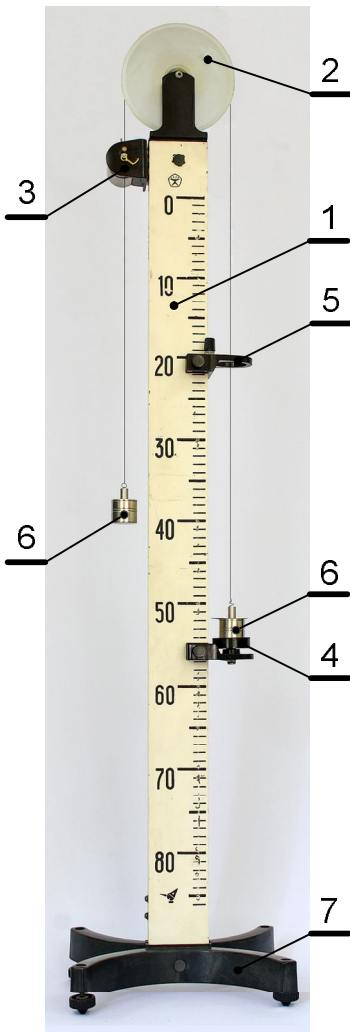
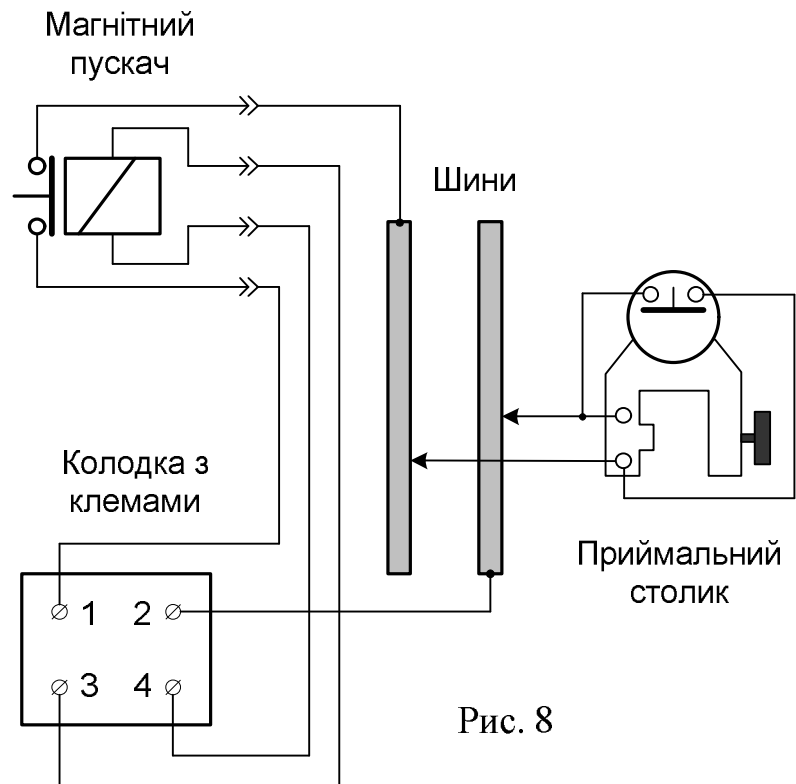

Рис. 7
Рис. 8
**Машина Атвуда** (рис. 7) складається з шкали 1, блока 2, електромагнітного пускача 3, приймального столика 4, рухомого кільця 5, важків 6, з'єднаних капроною ниткою та підставки 7. Шкала 1 з сантиметровими поділками має на зворотній стороні паз з двома металевими шинами, через які з допомогою приймального столика 4 вмикається і вимикається секундомір. На тій же зворотній стороні шкали в нижній частині є колодка з клемми (див. рис. 8); клемми 1 і 2 підключаються до входу секундоміра СЭД-1М, а клемми 3 і 4 - до виходу. З клем 3 і 4 подається живлення на електромагнітний пускач. Для підключення пускача у верхній частині шкали закріплені дві колодки. Приймальний столик 4 переміщується в муфті кріплення вгору-вниз приблизно на 1 см. При переміщенні вгору столик замикає контакти, з'єднані з шинами, при переміщенні вниз-розмикає.
Принципова електрична схема приладу показана на рис. 8.